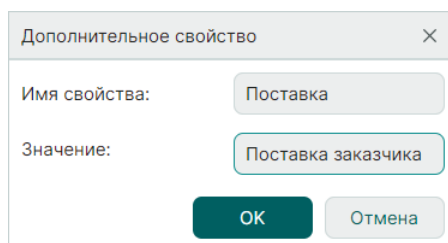

Рис. 97 Имя и значение свойства
2. В открывшейся форме «Дополнительное свойство» введите имя и значение добавляемого свойства, нажмите «ОК», см. Рис. 97.